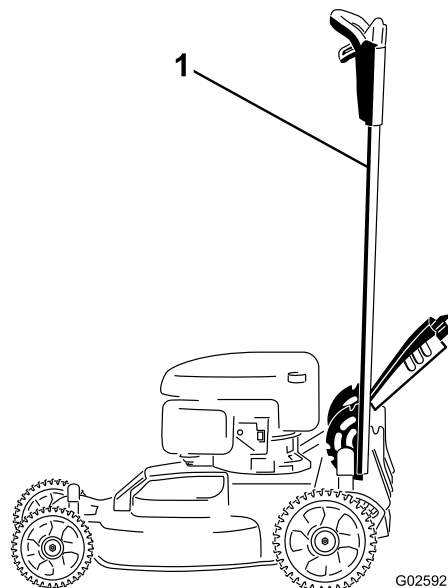

Рисунок 37
1. Зафиксируйте рукоятку в вертикальном положении (Рисунок 37); см. Регулировка высоты рукоятки (страница 12).